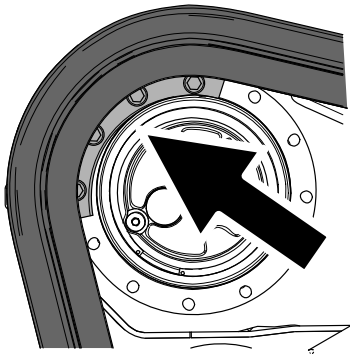

Figure 71
5. Poussez la commande de déplacement en avant jusqu'à ce que le segment du pignon d'entraînement s'engage sur la chenille (Figure 71).
10. Appliquez du frein-filet sur les boulons du segment de l'autre segment du pignon d'entraînement que vous avez déposé et posez le segment (Figure 71). Serrez les boulons à un couple de 247 à 301 N·m (182 à 222 pi-lb).